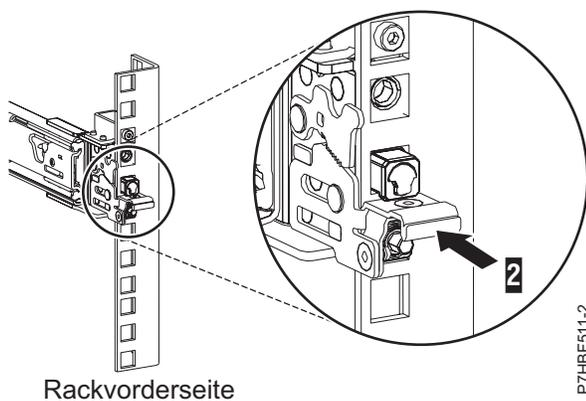

Abbildung 7. Vordere Schiene des Racks mit eingerasteter Verriegelung
- Drücken Sie die vordere Verriegelung (2) vollständig hinein. Stellen Sie sicher, dass die Verriegelung vollständig eingerastet ist (siehe Abb. 7).